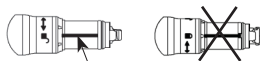

Figure 1 Barre indicatrice
1. Vérifier que la barre indicatrice située sur l'extrémité distale de la pièce à main est alignée avec le symbole de déverrouillage (Figure 1) avant d'essayer d'installer l'accessoire. Si elle n'est pas alignée correctement, tenir fermement le boîtier de la pièce à main d'une main et tourner l'extrémité distale avec l'autre main dans la direction de la flèche pour aligner la barre indicatrice avec le symbole de déverrouillage.